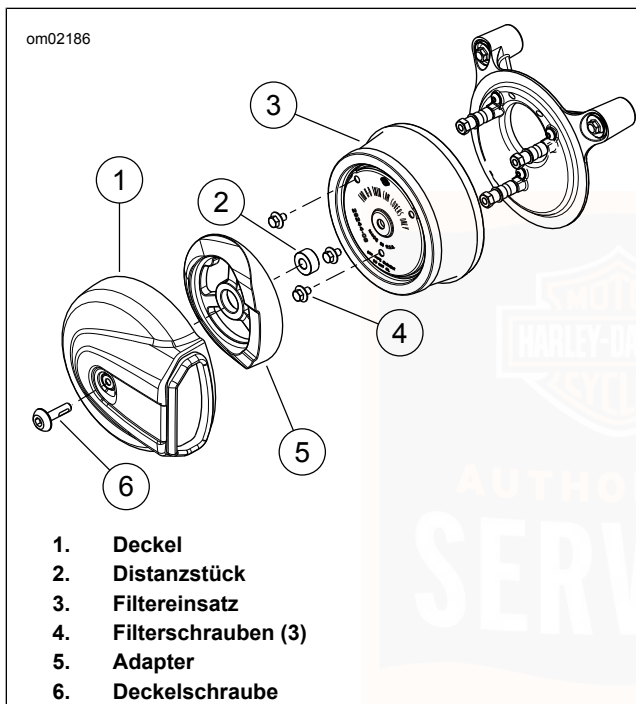

Abbildung 56. Luftfilter: FLSS
1. Siehe Abbildung 56. Die Luftfilterabdeckungsschraube (6) entfernen. Die Luftfilterabdeckung (1), den Abdeckungsadapter (5) und das Distanzstück (1) entfernen.
2. Die Filterschrauben (4) und den Filtreinsetz (3) entfernen.
1. Siehe Abbildung 56. Den Luftfiltereinsetz (3) mit den Schrauben an den Luftfilter-Befestigungsbolzen (4) befestigen. Auf folgendes Drehmoment anziehen: 6,2–6,8 N·m (55–60 **in-lbs**).
2. Das Distanzstück (2) in den Adapter (5) stecken.